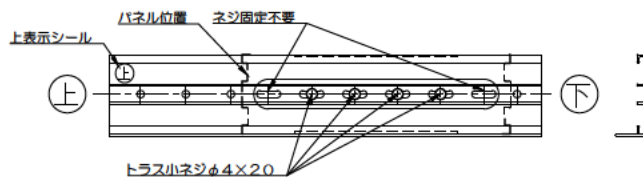

図11. 付子とパネルの固定(800<目かくしh≤1200の場合)
(1) 表2にて固定本数を確認後、付子の長穴加工の端部以外とパネルをトラス小ネジφ4×18で固定してください(図11)。